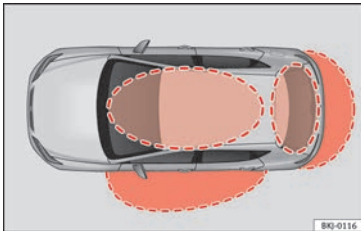

Fig. 140 Système de fermeture et de démarrage sans clé Keyless Access : Zones de proximité.
Keyless Access est un système de fermeture et de démarrage sans clé qui permet de déverrouiller ou de verrouiller le véhicule sans utiliser activement sa clé. Pour ce faire, il suffit d'approcher l'une des clés du véhicule d'une zone de détection correspondant à la tentative d'accès au véhicule » fig. 140 puis de toucher l'une des surfaces sensibles des poignées de porte » fig. 141 » ❶.
Si une clé valide se trouve dans une zone de proximité » fig. 140, le système de fermeture et de démarrage sans clé Keyless Access accordera à cette clé les droits d'accès dès que vous toucherez l'une des surfaces sensibles de la poignée de porte du conducteur. Voici les différentes fonctions disponibles sans avoir à utiliser activement la clé du véhicule :
mité **» fig. 140**.